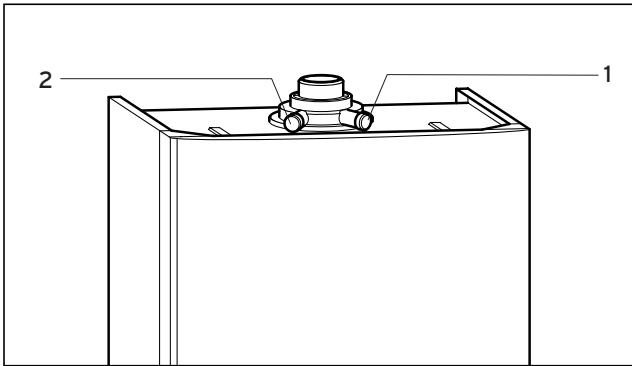

Fig. B.12: Mätningar av sotare
- Mät i avgasledningen vid inspektröret (1) (bild B.12). Mät i luftledningen vid inspektröret (2).